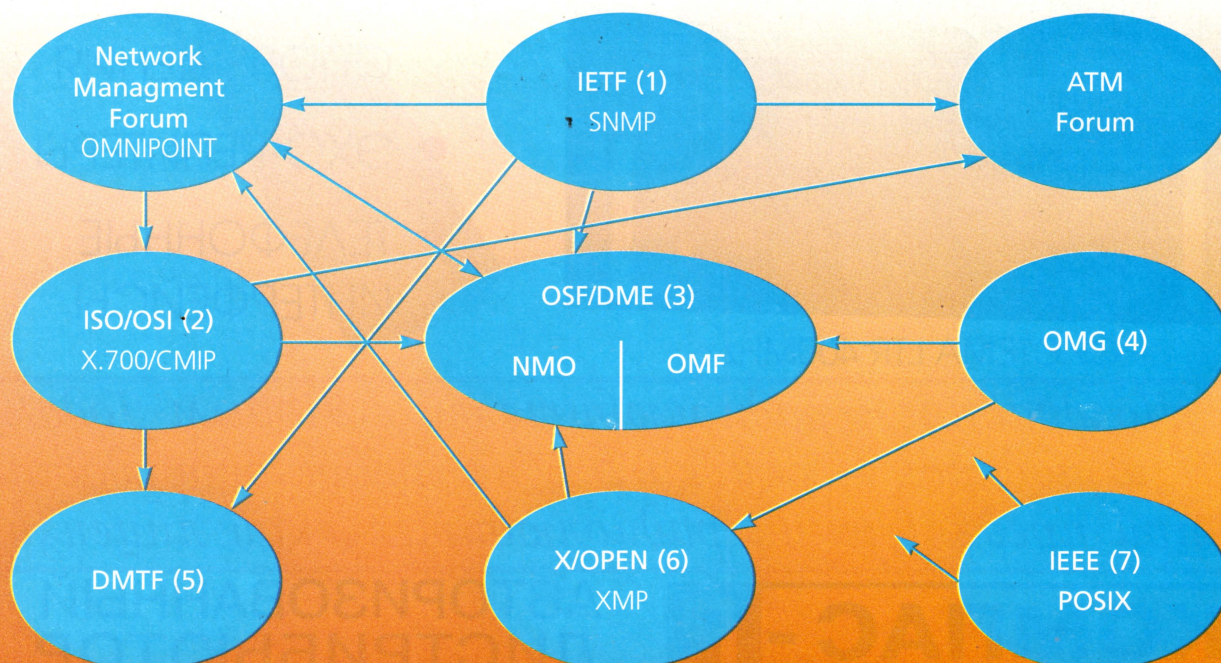

Рис. 4
Из приведенных соображений вытекает, что сложный и противоречивый характер развития систем управления электросвязью (СУЭ) должен определять такой же характер развития и самих стандартов. На рис. 4 представлена общая структура стандартов по управлению сетями, стрелками на рисунке обозначен информационный обмен. На этом рисунке: (1) Internet Engineering Taskforce — Simple Network Management Protocol — Простой протокол сетевого управления Инженерной рабочей группы ИНТЕРНЕТ; (2) Open Systems Interconnection — Common Management Information Protocol — Об-